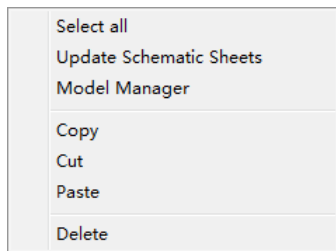

图 18-5 元件列表区右键弹出菜单
① Do Not Change Zoom Between Components：打开一个元件时使用前一个元件的缩放比例。
② Remember Last Zoom For Each Component：记住每一个元件上次显示时的缩放比例。
③ Center Each Component in Editor：将每一个元件放置在库编辑区中央显示。选中该选项时，可以利用右边的 Zoom Precision 滑动条调节显示的缩放比例。
3) Components（元件）：该区域显示经过筛选后的库元件列表。新建的原理图库中会预先创建一个名为 Component_1 的空白元件。单击某个元件，该元件成为当前元件，其背景变为蓝色。双击某个元件，打开库元件属性对话框。在元件列表区域单击鼠标右键，弹出的菜单中包含下列命令，如图 18-5 所示。